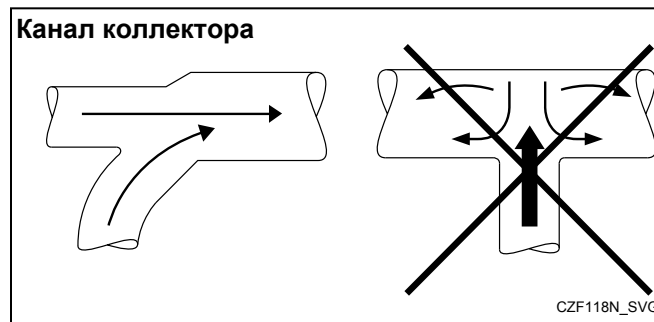

Рис. 14
- Подключение к каналу коллектора должна производиться под углом, см. Рис. 14. Отдельный канал гладильной машины должен входить в коллектор под углом 45° в направлении воздушного потока.
ПРИМЕЧАНИЕ: Никогда не врезайте канал гладильной машины в канал коллектора под углом 90° . См. Рис. 14. Это приведет к чрезмерному росту противодавления, что станет причиной снижения производительности. Никогда не подключайте два вытяжных канала гладильной машины непосредственно друг напротив друга в точке входа в канал коллектора.